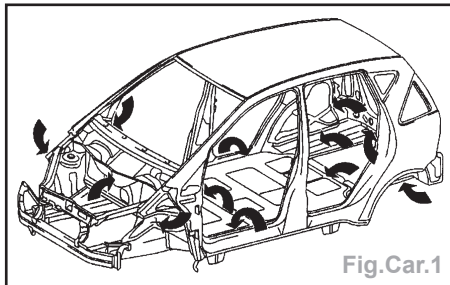

Fig.Car.1
- Les zones identifiées par des flèches indiquent les collage et les étanchement réalisés de série (Fig.Car.1).